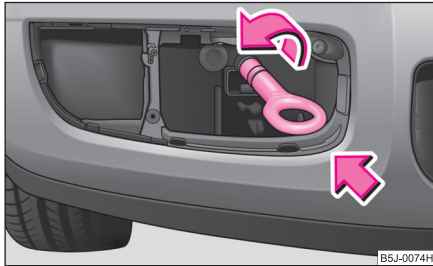

Abb. 190 Vorderer Stoßfänger: Einbau der Abschleppöse
- Abschleppöse von Hand nach links bis zum Anschlag ⇒ Abb. 190 einschrauben.